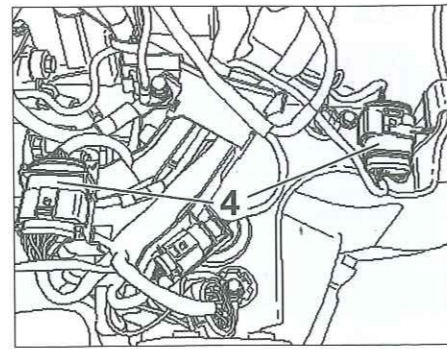

Fig. 77
- los conectores (4) situados a la izq. sobre el larguero (Fig.77),